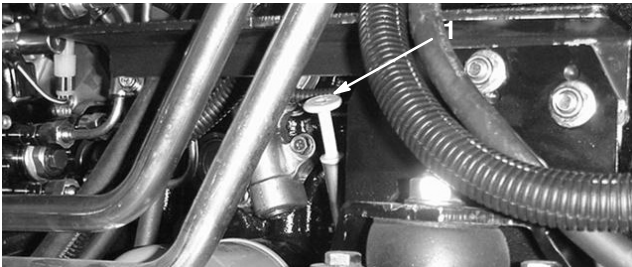
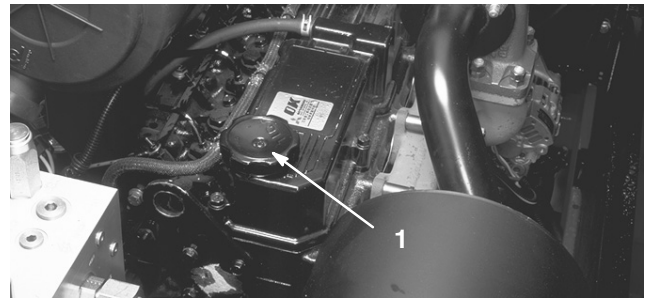
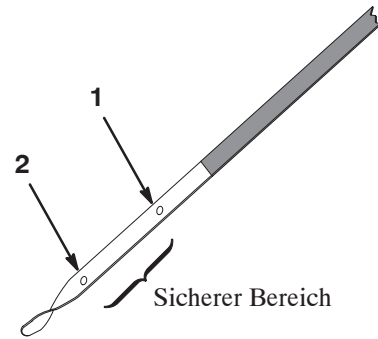

Bild 4
Bild 5
Bild 6
3. Nehmen Sie den Ölpeilstab (Bild 4) heraus, wischen Sie ihn mit einem sauberen Lappen ab und setzen Sie ihn ganz in das Einfüllrohr ein. Nehmen Sie den Ölpeilstab aus dem Rohr heraus und prüfen Sie den Ölstand. Wenn der Ölstand niedrig ist, nehmen Sie den Ölfülldeckel ab (Bild 5). Füllen Sie das entsprechende Öl ein, bis der Stand zwischen den unteren und oberen Löchern am Ölpeilstab liegt (Bild 6). **Füllen Sie nicht zu viel Öl ein.**